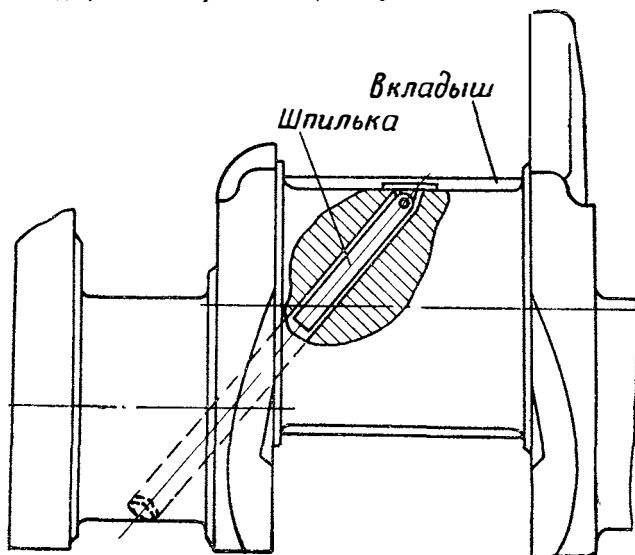

Рис. 69. Установка шпильки в отверстие коренной шейки коленчатого вала
12. Вставить шпильку (рис. 69) для снятия и установки верхних вкладышей коренных подшипников в отверстие передней коренной шейки коленчатого вала и, поворачивая коленчатый вал, вынуть верхний вкладыш переднего коренного подшипника из гнезда блока цилиндров.
3. Смазать переднюю шейку коленчатого вала маслом. Наложить верхний вкладыш (с отверстием) на шейку вала и установить его в гнездо блока цилиндров при помощи шпильки (рис. 69) для снятия и установки верхних вкладышей коренных подшипников. При установке вкладыша коленчатый вал поворачивать против хода часовой стрелки (см. технические условия, п. в).